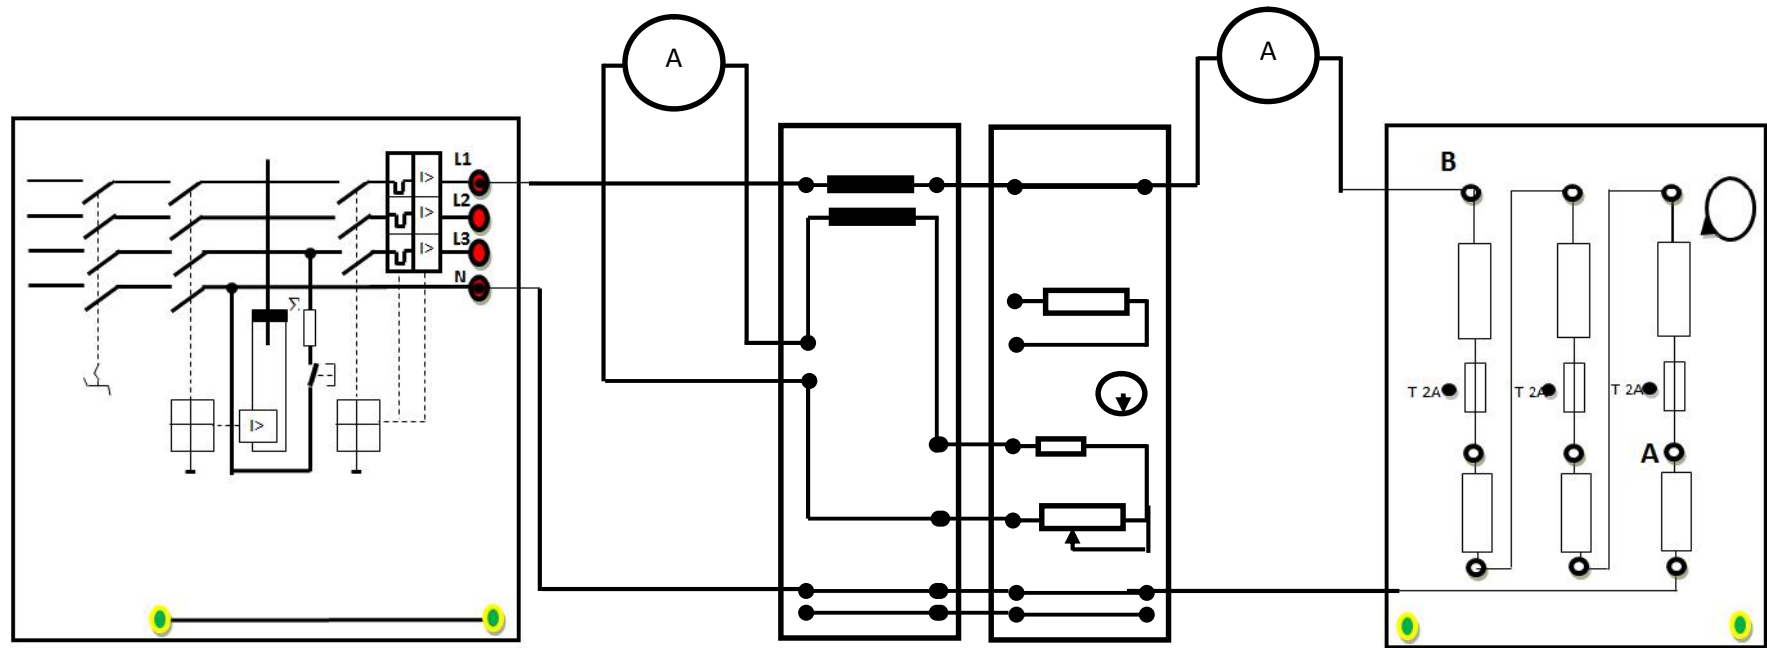

Figure 1
- Réaliser le circuit de la figure 1.